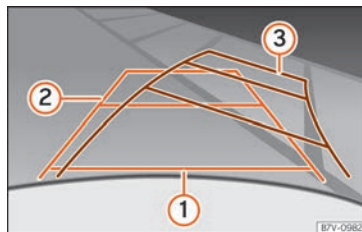

Fig. 276 Écran : lignes d'orientation de l'espace pour se garer derrière le véhicule.
Signification des lignes d'orientation projetées sur l'écran » **fig. 276**. Toutes les longueurs des lignes d'orientation prennent comme référence un véhicule situé sur une surface horizontale.
- Passez la marche arrière lentement et tournez le volant de manière à ce que les lignes jaunes d'orientation vous guident jusqu'à la place » fig. 276 ③.